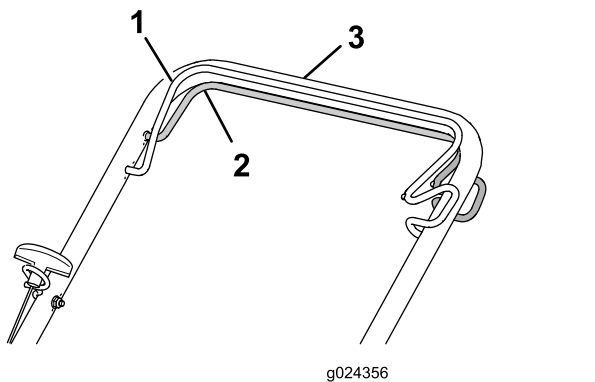

Bild 16
- **Einkuppeln des Selbstantriebs:** Ziehen Sie den Selbstantriebsbügel zum Holm und halten ihn in dieser Stellung (Bild 16).